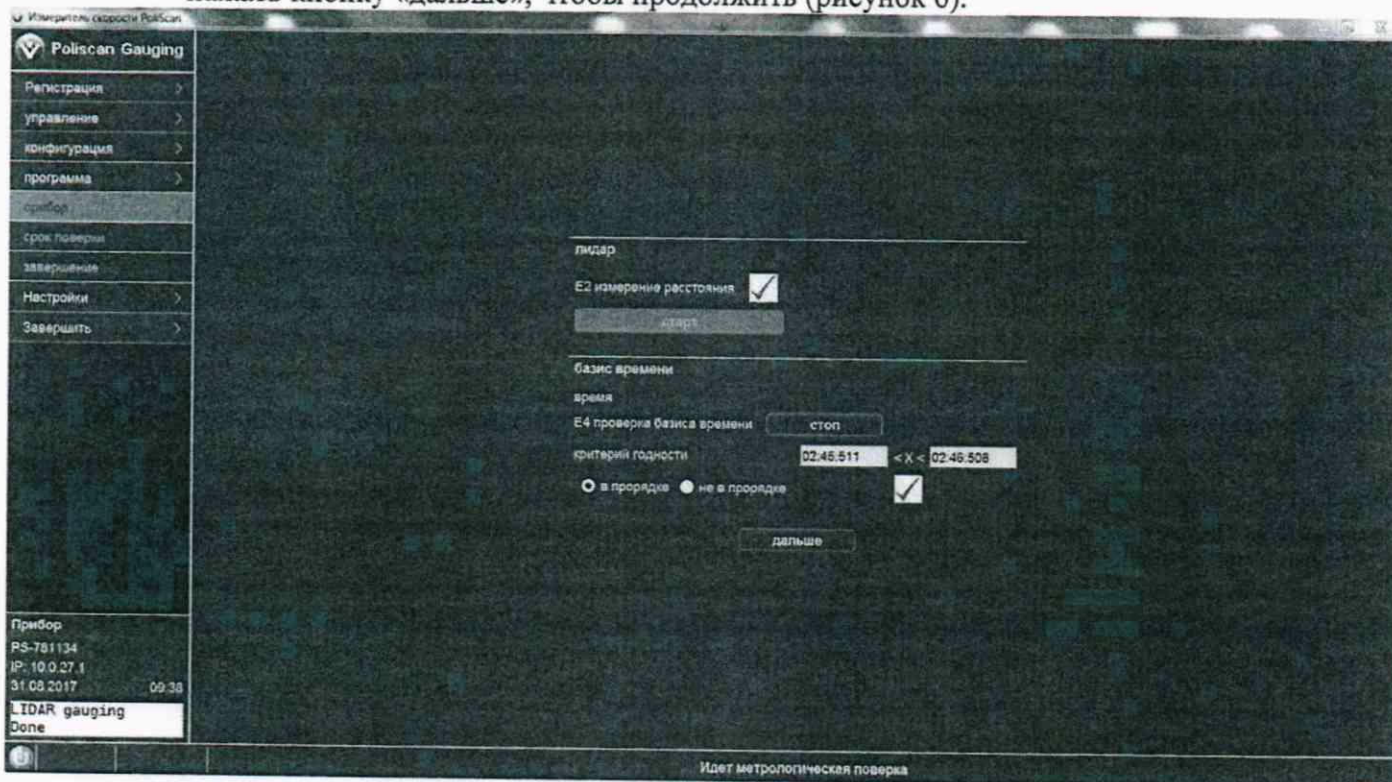

Рисунок 6
- нажать кнопку «дальше», чтобы продолжить (рисунок 6).